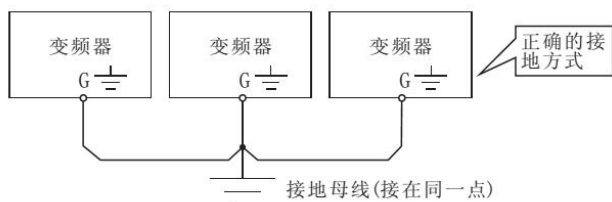

图1-1
- 为了安全起见，变频器的接地端子必须可靠接地，为了避免接地共阻抗干扰的影响，多台变频器的接地要采用一点接地方式，如图 1-1 所示。